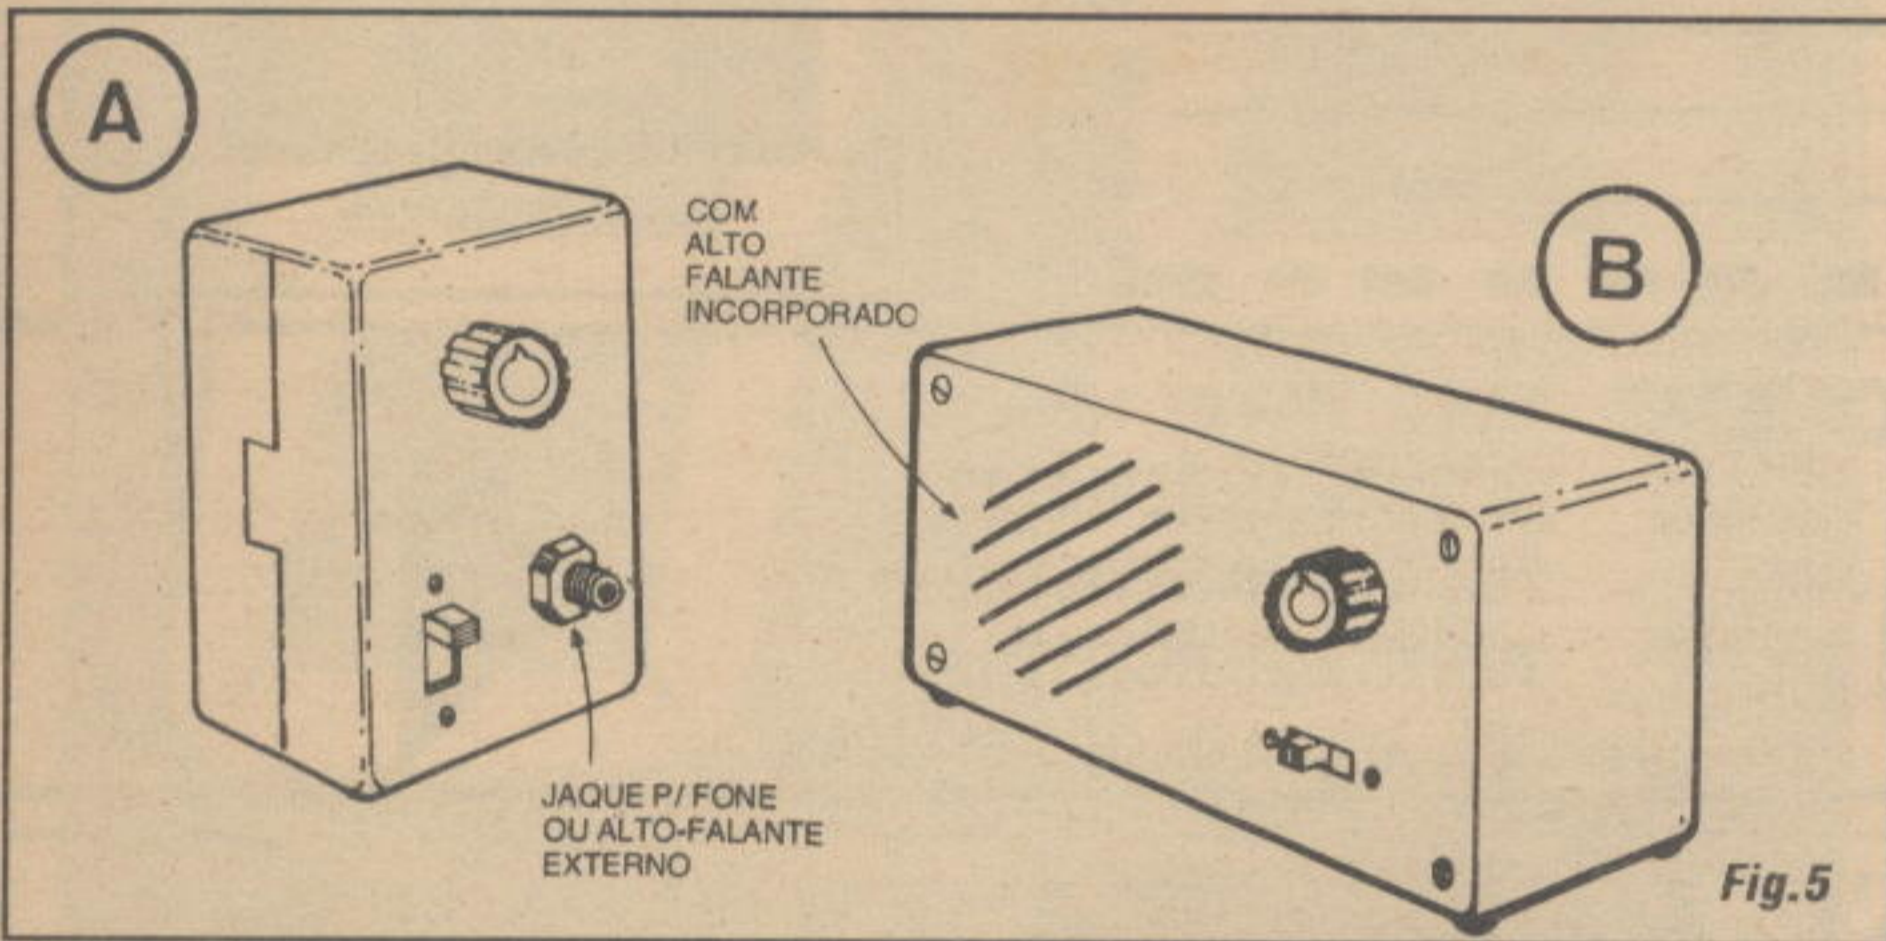

Fig.5
- **FIG. 5 - SUGESTÕES PARA ACONDICIONAMENTO E ACABAMENTO DO RELAX...** - Se for pretendido o uso de fone, ou mesmo de alto-falante *externo* (acondicionado, eventualmente, num pequeno sonofletor...), nossa sugestão encontra-se na figura 5-A que é *auto-explicativa*... Quem quiser incorporar definitivamente o alto-falante ao conjunto, mantendo-o *dentro* da caixa, poderá adotar a sugestão 5-B (também muito óbvia, não necessitando de maiores detalhamentos...). Apenas um ponto vale comentar, referindo-se à alimentação: se a opção for correspondente ao *modelo* 5-A, o par de baterias *vai bem*, instalado dentro da caixa, com tudo muito bem *calçado* com pedaços de espuma de *nylon* ou *isopor*, para que nada fique *dançando* dentro do *container*...; já a opção pelo alto-falante incorporado (5-B) em definitivo, recomenda a alimentação por fonte (embora nada impeça o uso das baterias, apenas que terão uma durabilidade provavelmente *menor* do que a verificada com o uso básico de fones, apenas esporadicamente funcionando com alto-falante...), com esta montada dentro da caixa, sobressaindo na traseira o *rabicho* (cabo de força com *plugue* C.A.) para conexão à tomada da parede... Na próxima figura, temos o diagrama da fonte (muito simples...) sugerida, para tal caso...